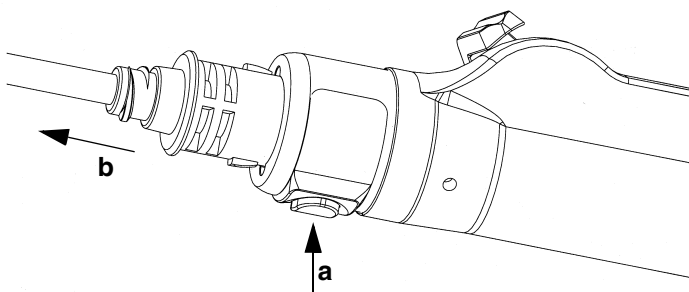

図4 刃の取り出し
4. 刃を取り出すには、ハンドピースのクイックリリースボタンを押し (a)、刃を引き出します (b)。(図4 参照)